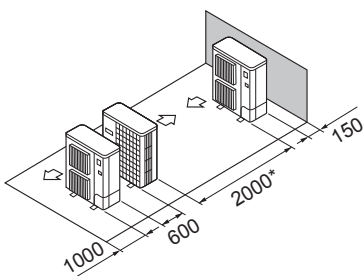

Fig. 2-13
- ⑤ Tekli paralel ünite düzeni (Fig. 2-13)